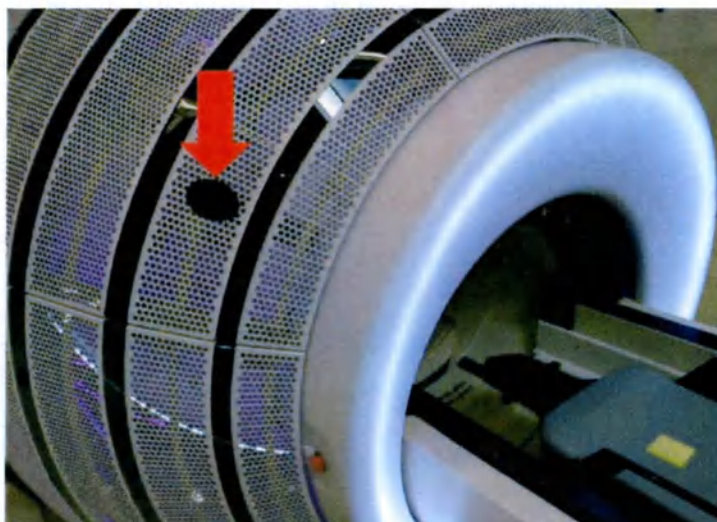

Рисунок 3-18. Отверстие для ввода кабелей в систему Zap-X
7. Осторожно введите ионизационную камеру в аппарат через отверстие для ввода кабеля рядом с дверцей, убедившись в наличии достаточной длины кабеля для обеспечения надлежащей работы (см. рис. 3-18).
5. Осторожно пропустите необходимые кабели через соответствующие отверстия системы (см. рис. 3-18).